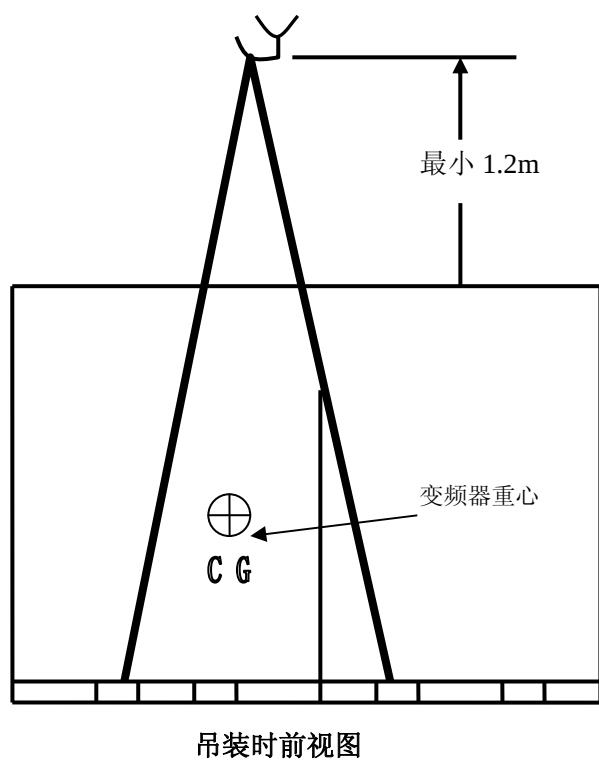

图 3-1 钢绳吊装时注意变频器的重心
• 吊车或倒链葫芦提升 - 最好的办法是用绳子穿过底孔，用吊车提升，如图 3-1。关键是绳子的长度和强度。绳子必须足够长，保证吊钩至少距柜顶 1.2m 以防止使柜体变形。如距离不够，必须使用加强筋。绳子的强度必须能支撑图纸注明的重量。